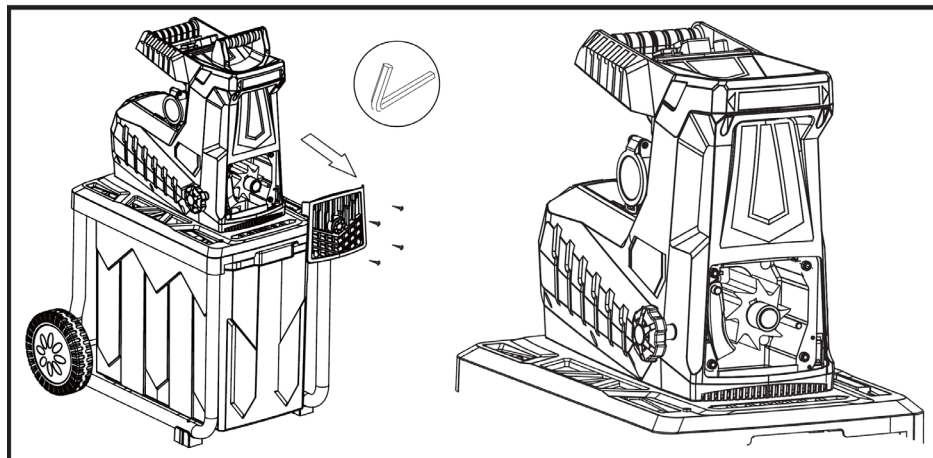

Рис. 13
2. Ослабьте четыре винта крышки режущего узла с помощью прилагаемого шестигранного ключа (Рис. 13)